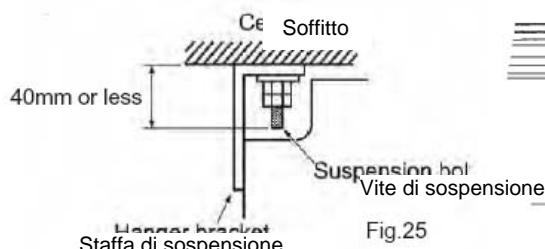

Fig.25
- Regolare in anticipo la distanza dell'unità dalla superficie del soffitto (fare riferimento alla Fig.25)